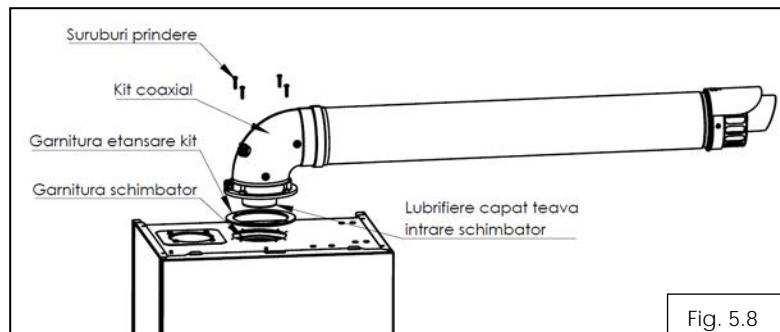

Fig. 5.8
Pentru instalarea facilă a kitului este necesar lubrificarea capatului cotului (4) la partea de intrare în centrală, utilizând numai apă sau sapun comercial standard. Lubrificarea este necesară pentru a nu deplasa garnitura de evacuare de pe schimbatorul principal de căldură (fig. 5.8). Nu utilizați niciodată lubrifiant pe baza uleiului mineral, pot deteriora garniturile de etansare. La instalarea kitului asigurați-vă ca muchiile tevii de intrare în centrală sunt tesite.